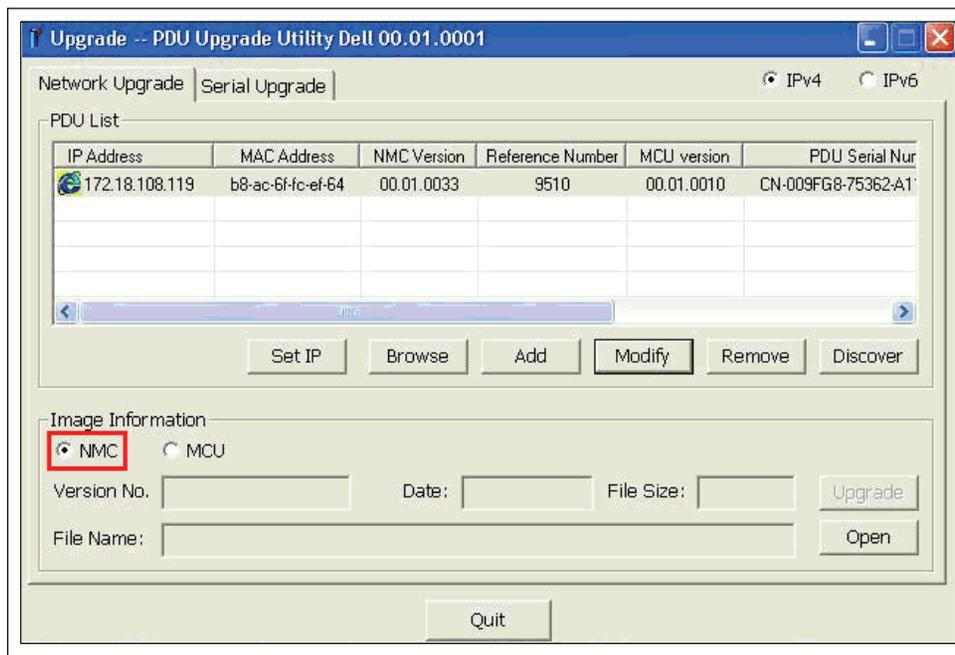

Figure 9. Vérification de la sélection du micrologiciel NMC
- 9 Dans la section **Image Information**, vérifiez que la case d'option NMC est sélectionnée (voir Figure 9).